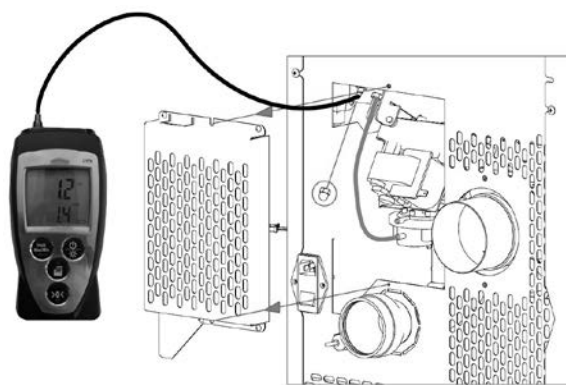

Fig. 77 - Aansluiting digitale drukregelaar
- Sluit een digitale drukregelaar aan met behulp van een slangetje om de onderdruk te meten (zie **Fig. 77**).